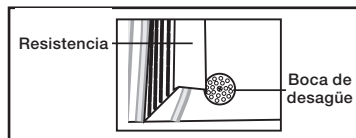

Fig. 8
5. Limpie las resistencias con un paño humedecido con agua jabonosa tibia (Fig. 8).